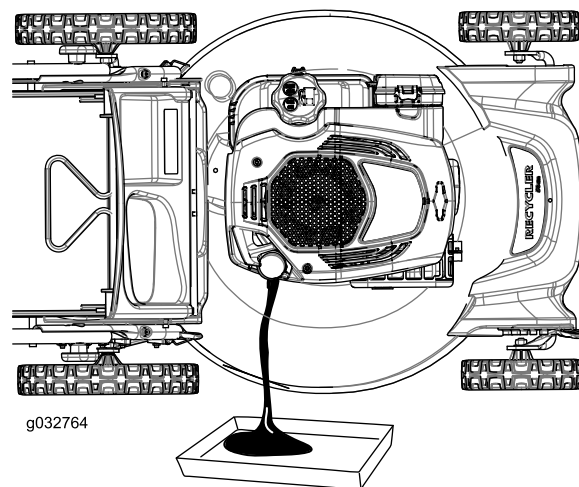

Figura 26
7. Deite máquina de lado, com o tubo de enchimento de óleo para baixo, para drenar o óleo usado através do tubo de enchimento de óleo para o recipiente de escoamento do óleo (Figura 26)